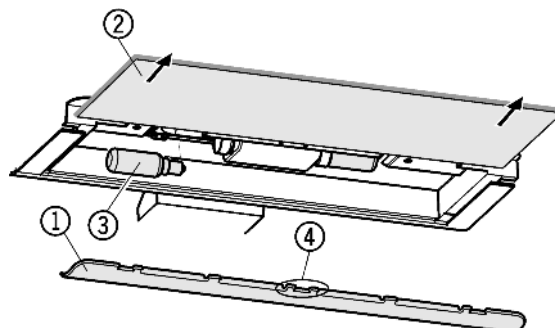

Fig. 37
- ▶ Снятие накладки Fig. 37 (1): сзади возьмитесь пальцем за накладку и снимите её с фиксатора.
- ▶ Извлеките стеклянную полку Fig. 37 (2).
- ▶ Лампу накаливания Fig. 37 (3) замените.
- ▶ Установка накладки на место: защелкните справа и слева, следя за тем, чтобы средний крюк Fig. 37 (4) захватил стеклянную полку.